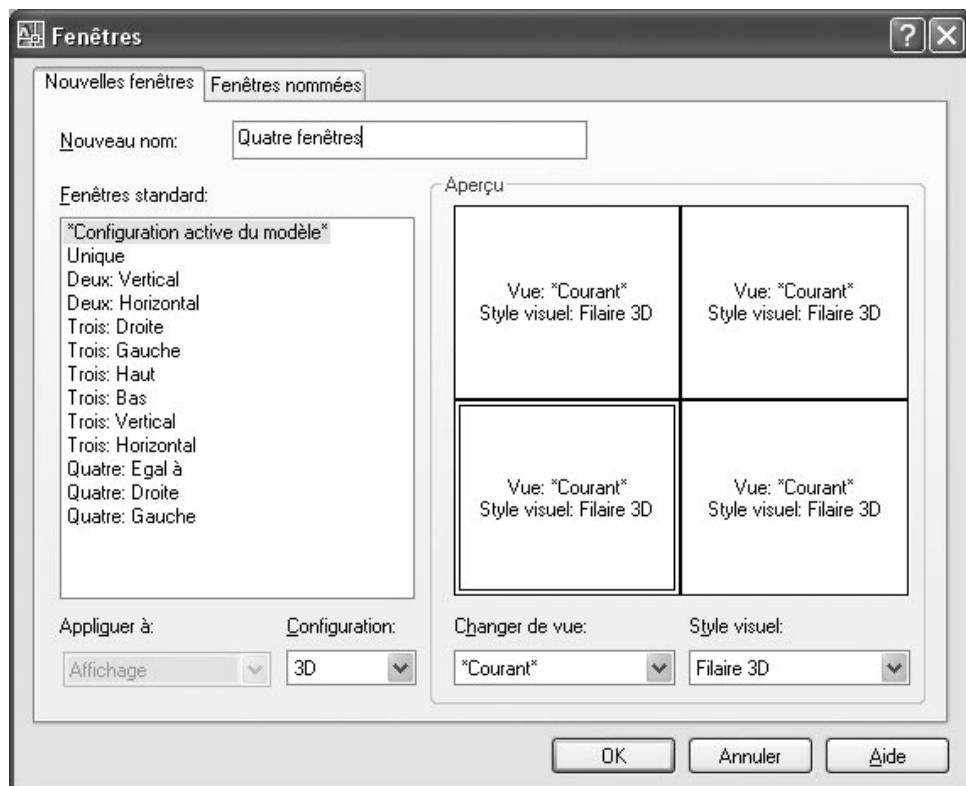

Fig.15.12
- 2 Sélectionnez l'onglet **Nouvelles fenêtres** (New Viewports) et entrez un nom dans le champ **Nouveau nom** (New name) pour sauvegarder la configuration. Par exemple : Quatre fenêtres (fig.15.12).